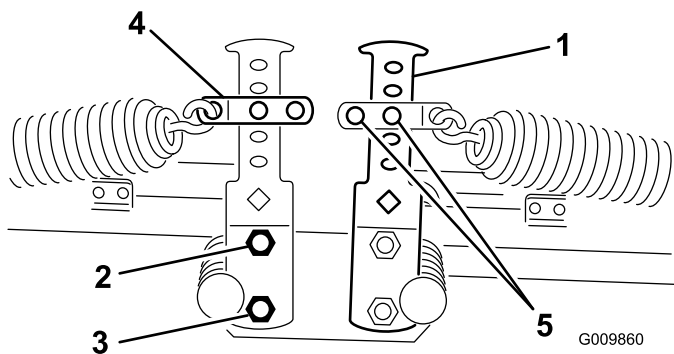
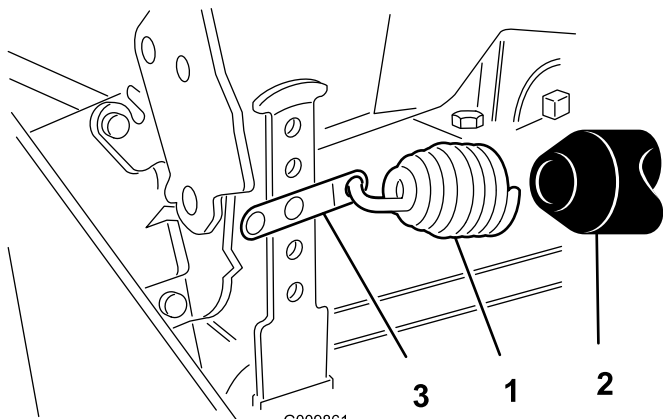

Figure 12
Figure 13
2. Accrochez l'autre extrémité du ressort au trou approprié (voir ci-dessous) des bras d'équilibrage avant et arrière (Figure 12 et Figure 13) avec la jumelle, l'axe de chape et la goupille fendue.